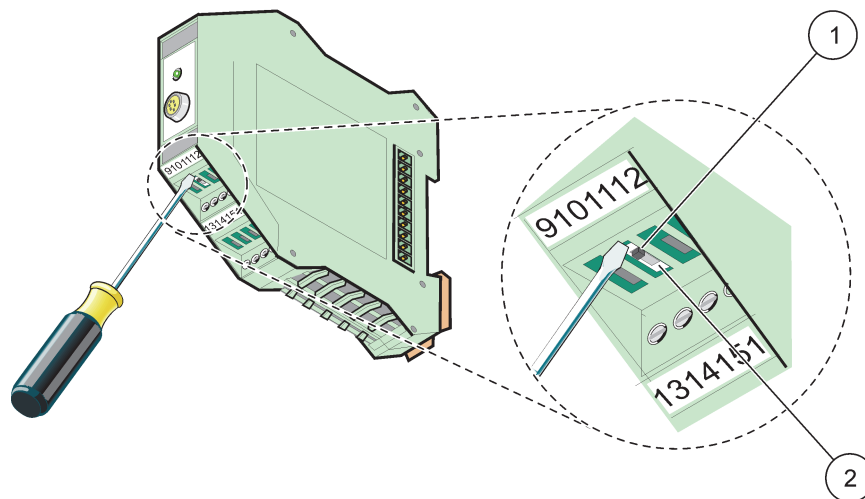

図 75 ネットワーク端点の切り替え
1. モジュールの上のスイッチ（ネットワーク端点）を切ります（図 75）。